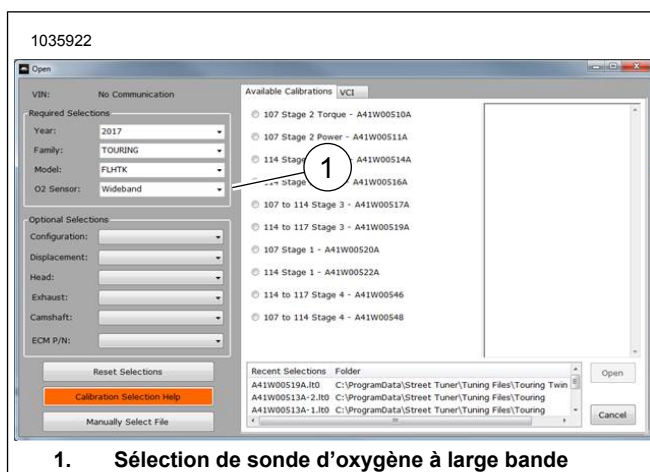

Figure 51. Sélection de sonde d'oxygène à large bande
24. Consultez Figure 51 . Servez-vous du syntoniseur Screamin' Eagle Pro Street pour terminer l'installation. Téléchargez le nouvel étalonnage du module de commande électronique lorsque vous effectuez l'installation de ce kit. Lorsque vous choisissez l'étalonnage à télécharger pour le syntoniseur Screamin' Eagle Pro Street, sélectionnez Wideband (bande large) (1) dans le menu déroulant pour l'option sonde d'oxygène. Référez-vous au catalogue Screamin' Eagle Pro ou communiquez avec un concessionnaire Harley-Davidson pour plus de renseignements concernant le syntoniseur Screamin' Eagle Pro Street.